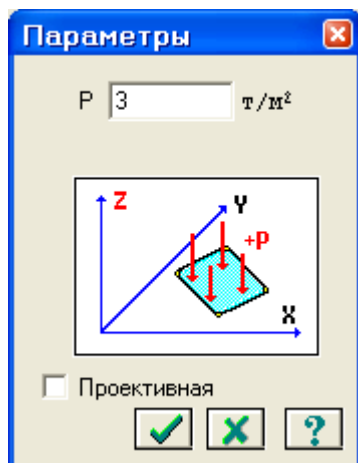

Рис.6.11. Диалоговое окно **Параметры**
- Щелчком по кнопке равномерно распределенной нагрузки вызовите диалоговое окно **Параметры** (рис.6.11).